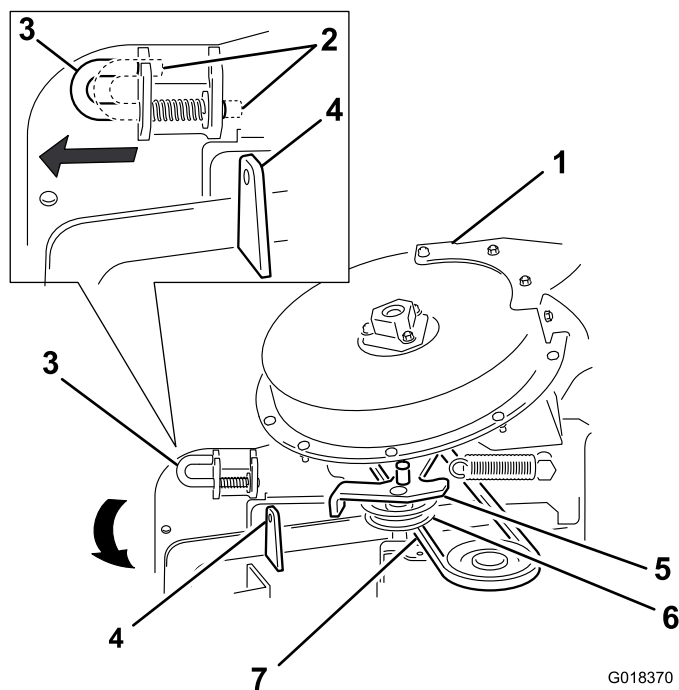

Figura 28
3. Mova o pino de fecho da posição de bloqueio para a posição aberta (**Figura 28**).
4. Feche a estrutura do soprador e alinhe o pino de fecho com o orifício no suporte da calha (**Figura 28**).